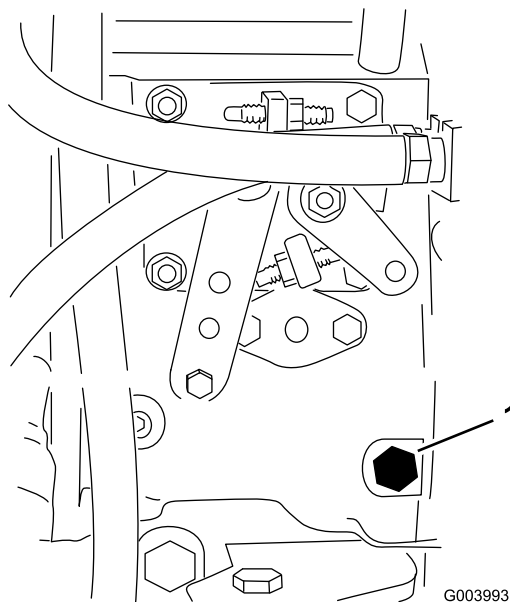

图24
3. 用 12mm 扳手打开燃油喷射泵（图24）上的排气螺丝。